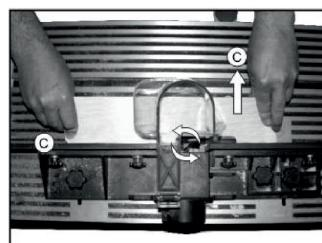

Рис. 8
Установите глубину фрезерования, после чего крепежными гайками (11) надежно закрепите положение, Рис. 8.
Для отвода заготовки ее следует перемещать в направлении (С), Рис.8. Из соображений безопасности опорный тюрец должен располагаться справа.